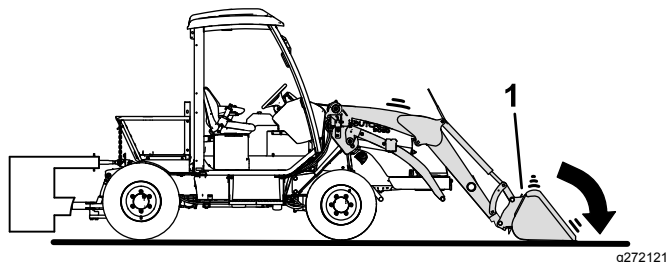

Figure 44
2. Évacuez la pression du verrou de chaque bras de la chargeuse en basculant légèrement la chargeuse en avant et en l'abaissant au sol (Figure 44).